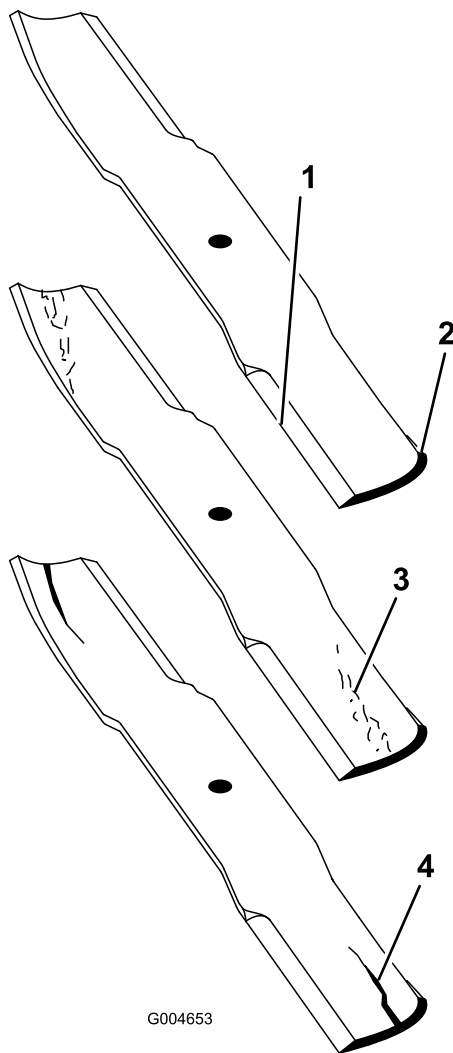

Bild 93
2. Prüfen Sie die Schnittkanten des Messers sorgfältig, insbesondere dort, wo die geraden Flächen die gebogenen berühren (Bild 93). Da Sand und anderes reibendes Material das Metall abschleifen kann, das die flachen und die gebogenen Teile verbindet, müssen Sie das Messer vor jedem Einsatz des Rasenmähers prüfen. Wenn Sie Abnutzungen (Bild 93) feststellen, sollten Sie das Messer auswechseln.
Wenn sich das Messer abwetzen kann, bildet sich ein Schlitz zwischen dem Windflügel und dem flachen Teil des Messers (Bild 93). Zuletzt kann sich ein Stück des Messers lösen und aus dem Gehäuse ausgeschleudert werden. Das kann zu schweren Verletzungen bei Ihnen selbst und Unbeteiligten führen.